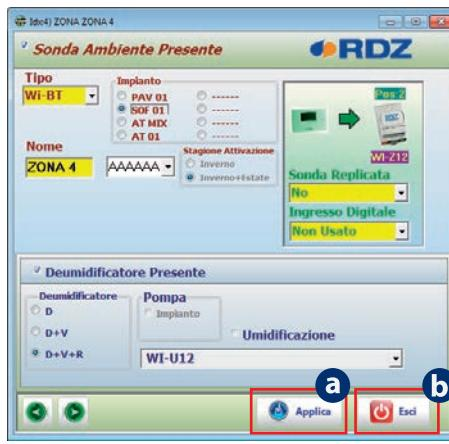

FIG. 8.1.3
1) Parameters modification: placing the mouse on one of the object names (system, zone or U.T.A.) and clicking opens a panel containing a series of parameters associated with the selected object (Fig. 8.1.3).
1) Modifica dei parametri: puntando il mouse su uno dei nomi degli oggetti che compaiono (impianto, zona o U.T.A.) e cliccandolo si apre una maschera che contiene una serie di parametri associati all’oggetto selezionato (Fig. 8.1.3).